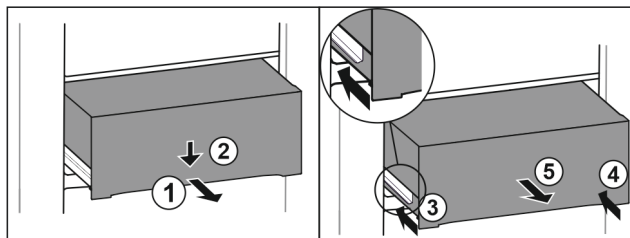

Fig. 225
- ▶ Izvucite ladicu na pola. Fig. 225 (1)
- ▶ Pritisnite ladicu naprijed prema dolje. Fig. 225 (2)
- ▶ Gurnite lijevu vodilicu za oko 2 cm. Fig. 225 (3)
- ▶ Gurnite desnu vodilicu za oko 2 cm. Fig. 225 (4)
- ▶ Izvadite ladicu prema naprijed. Fig. 225 (5)